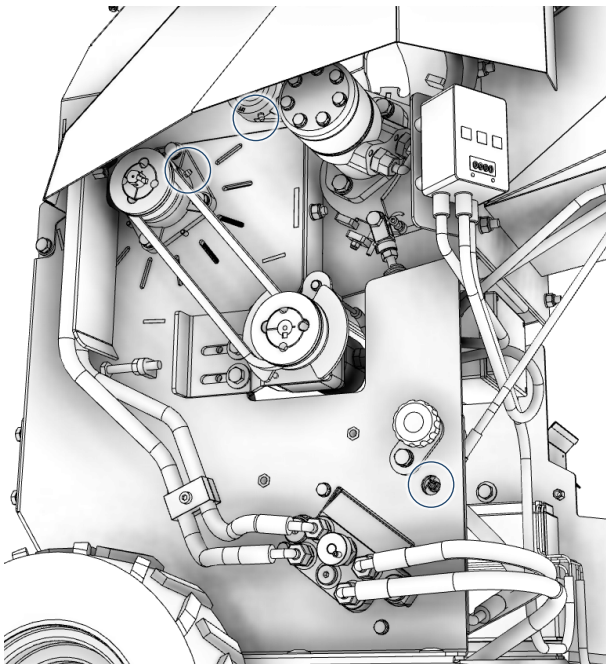
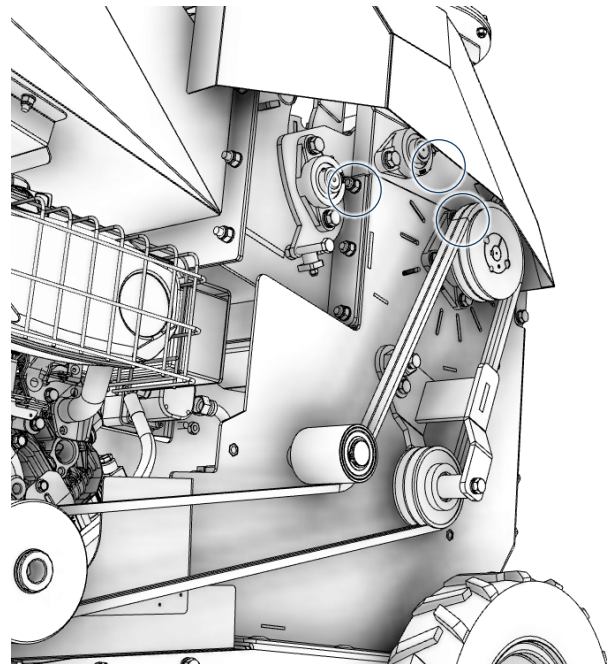
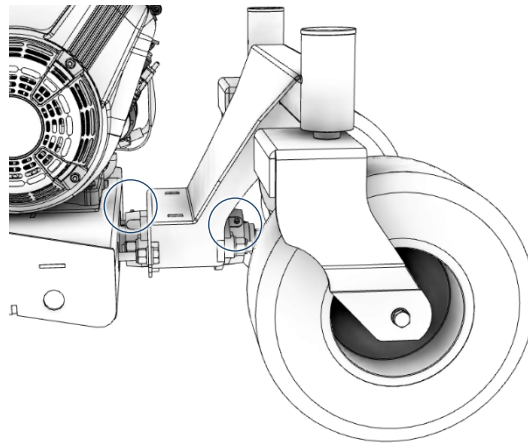

Abb. 9-5 – Schmierstellen der Maschine – Ansicht von der linken Seite ohne feste Schutzvorrichtung
Abb. 9-6 – Schmierstellen der Maschine – Ansicht von der rechten Seite ohne feste Schutzvorrichtung
Abb. 9-7 – Schmierstellen der Maschine – Gelenk des kippbaren Rahmens
- Führen Sie das Mehrzweckfett (CENTOPLEX 2 EP) direkt an der Schmierstelle (Fig. 9-5, Fig. 9-6 und Fig. 9-7), mit Hand- oder Servogewehren ein.